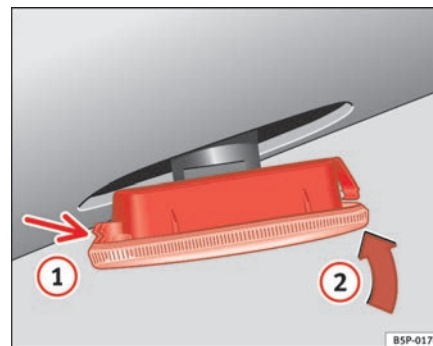

Abb. 158 Seitliche Blinker
- Den Blinker durch Einrasten der Halterungen **①** ⇒ Seite 239, Abb. 158 zuerst in die Aufnahme in der Karosserie und anschließend den Blinker in Richtung von Pfeil **②** ⇒ Seite 239, Abb. 158 einsetzen. ■